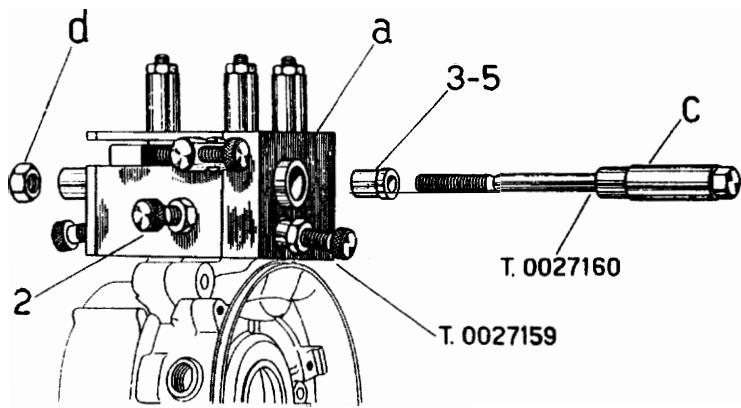

Fig. 36
1. - Centre and secure the con - rod using the tool illustrated at fig. 36. The operation is to be carried out as follows:
1. - Centrar y blocar la biela mediante el útil de la fig. 36. La operación se efectúa como se indica a continuación.